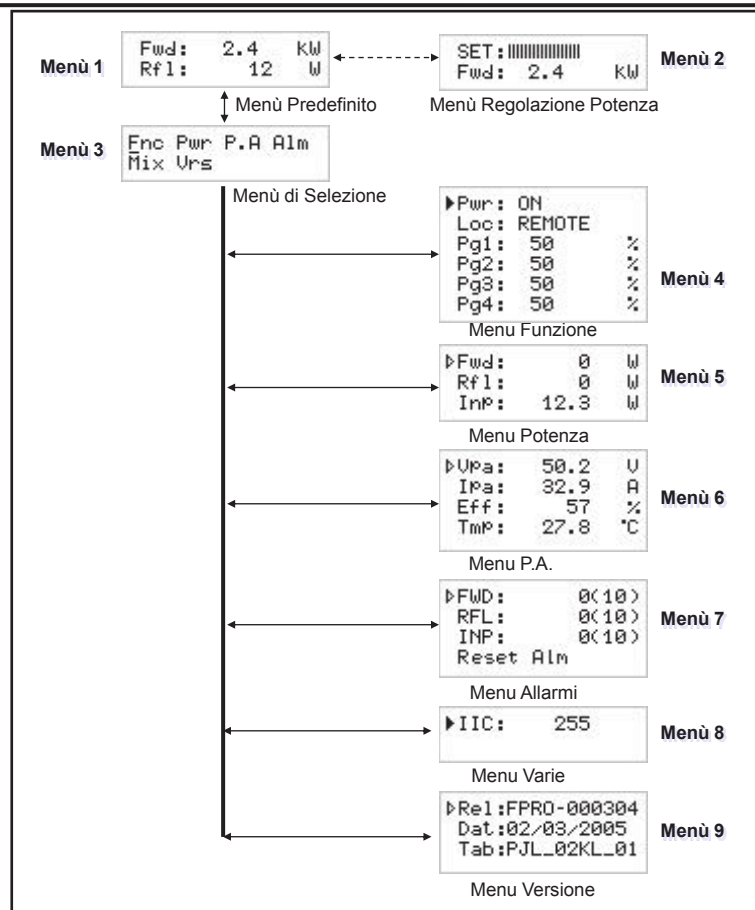

Figura 5.2
**Lo schema del collegamento RF e di controllo fra l'amplificatore e il suo eccitatore e il collegamento con il carico e rappresentato in figura 5.2.**
Verificare che la spia **ON** si illumini. Verificare che il display LCD mostri, per pochi secondi il nome della macchina, e subito dopo i valori di potenza diretta e riflessa misurati (figura 5.2 - Menù 1). Si ricordi che le potenze potrebbero anche essere a zero nel caso in cui l'uscita RF non fosse abilitata.
Verificare, e se necessario attivare, la modalità di funzionamento Locale, attraverso il menù **Fnc** ⇒ **Loc** ⇒ **Local** (figura 5.2): questa impostazione è indispensabile perché la macchina accetti i comandi seguenti.
Verificare, e se necessario abilitare l'uscita **RF**, attraverso il menù **Fnc** ⇒ **Pwr** ⇒ **ON** (figura 5.2 - Menù 4).
Verificare, e se necessario impostare il livello di potenza di uscita al massimo, attivando il Menù Regolazione Potenza, con la seguente sequenza di tasti: **ESC** (entra in **Menù Predefinito**) ⇒ **ENTER** (tenere premuto per 2 secondi) ⇒ **SET** ⇒ portare la barra al massimo con il tasto (figura 5.2 - Menù 2).
Attivare il Menù di **Regolazione della Potenza** (figura 5.2 - Menù 2), con la seguente sequenza di tasti:
La macchina è dotata di un display LCD a due righe per sedici caratteri, sul quale viene mostrato un insieme di menù. Una vista complessiva dei menù della macchina è data in figura 5.2.